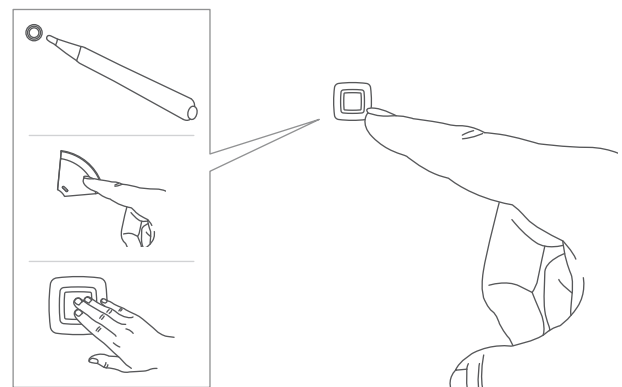

Figure 2
- Maintenez la touche système enfoncée pendant 4 s Fig. 2.